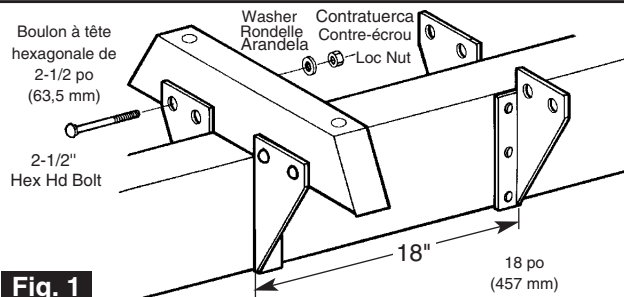
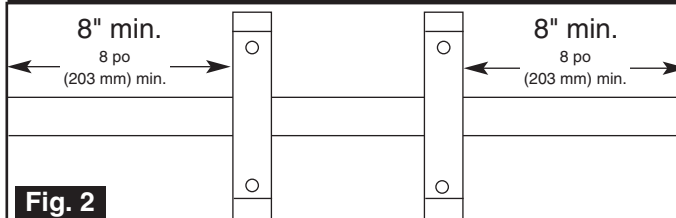

Fig. 1
Fig. 2
- Position four beam brackets (right and left) in position on beam making certain the outside of the braces are 18" apart and the nailing edge of the bracket is flush with the top of the beam (Fig. 1). Note: Swing Beam Brackets must be placed a minimum of 8" from any adjacent structure or accessory (Fig. 2). Attach using three 2-1/2" screws per bracket.
- Positionnez quatre fixations de poutre (droite et gauche) sur la poutre en vous assurant que l'extérieur des entretoises soit écarté d'une distance de 18 po (457 mm) et que le bord de clouage de la fixation affleure au bord de la poutre (Fig. 1). Remarque : les fixations de l' Swing doivent être écartées d'au moins 8 po (200 mm) de toute structure ou tout accessoire adjacent(e) (Fig. 2). Mettez en place le tout à l'aide de trois vis de 2-1/2 po (64 mm) par fixation.
- Colocar en posición cuatro abrazaderas para vigas (derecha e izquierda) sobre la viga, asegurándose de que la parte externa de las punteras estén separadas entre sí 18" (45.7 cm) y el borde clavado de la abrazadera esté nivelado con la parte superior de la viga (Fig. 1). Nota: los soportes de la viga se deben colocar a una distancia mínima de 8" (20.3 cm) de cualquier estructura o accesorio adyacente (Fig. 2). Unir utilizando tres tornillos de 2-1/2" (6.4 cm) por abrazadera.